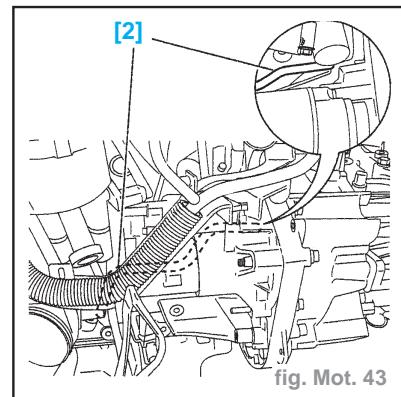

fig. Mot. 43
- Piger le volant-moteur à l'aide de la pique [2] (-).0188-Y (fig. Mot. 43).
- Tourner le galet-tendeur (9) dans le sens inverse des aiguilles d'une montre (à l'aide de l'outil [9] (-.0188-J2).
- Serrer l'écrou (8) à **2,3 daN.m** (sans modifier la position du galet).
**Impératif** : En déposant une vis (12) sur la poulie (13), s'assurer que ces vis (12) ne sont pas en butée de boutonnière. Dans le cas contraire, reprendre l'opération de repose de la courroie de distribution.
- Amener les vis (12) en contact contre les poulies.
- Serrer les vis (12) à **2 daN.m**.
- Déposer les pigees de calage [3] - [2] (fig. Mot. 43 et 45).